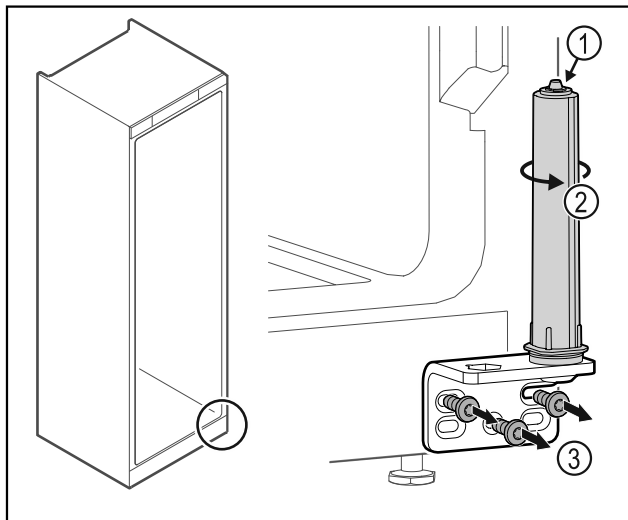

Fig. 35
- Dørlukkesystemet må ikke tas fra hverandre Fig. 35 (1).
- Drei på lukkesystemet Fig. 35 (2) til det sier klikk.
- Skru av hengselvinkelen Fig. 35 (3).